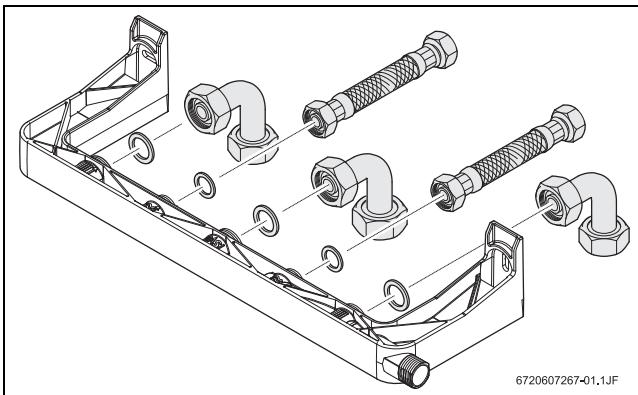

Рис. 18 Настенные подключения
- Подключить соединения к шаблону по рис. 18.